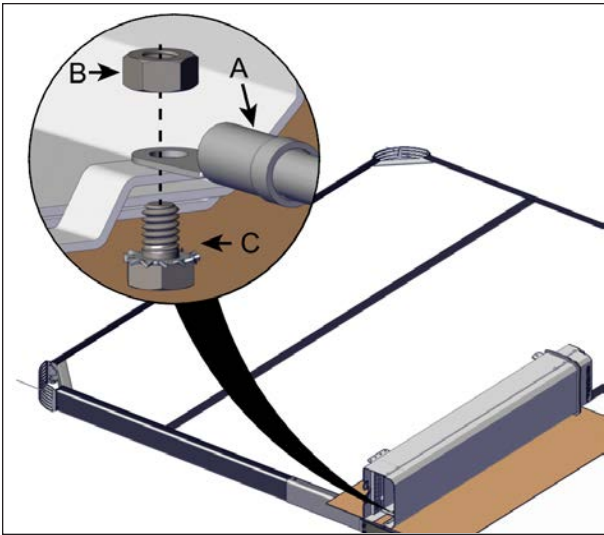

FIGURE 75: FIXER LE CÂBLE AU BAS DU MANCHON DU MILIEU
16. Une extrémité d'un câble est déjà fixée au haut du vérin. Fixer l'autre extrémité au bas du manchon du milieu avec l'écrou hexagonal 1/4-20 et l'assemblage vis à tête hexagonale 1/4-20 x 5/16 po + rondelle plate à double denture de 1/4 po, voir Figure 75.